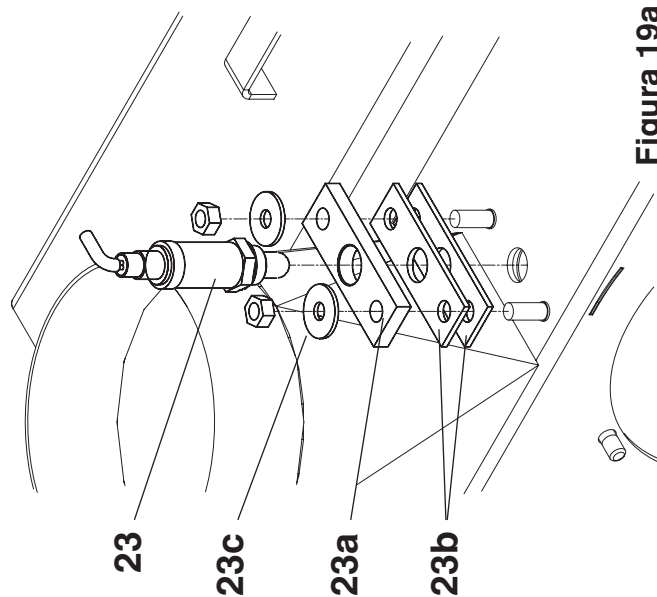

Figura 19a
20. Lasciare uscire i cavi dell'interruttore di contatto della porta (20) e del ventilatore (20a) e dei comandi di posizionamento (20b) e inoltre del miscelatore di mantenimento dell'alta temperatura sul ritorno e del relativo sensore e della pompa primaria, del sensore dei gas di scarico (20c, il cavo è rivestito di metallo) e del sensore di temperatura della caldaia, dall'apertura (20d) nella parete laterale.
21. Montare il bocchettone di sfiato (21) (lunghezza minima del bocchettone R1x190) e isolarlo (a cura del cliente).
22. Montare la sicurezza termica con scarico (22). Guidare i tubi di collegamento verticalmente verso l'alto e non sopra ai coperchi posteriori (coperchi di pulizia). Guidare i sensori delle valvole con manicotto a immersione, per la sicurezza termica con scarico (scambiatore di calore di sicurezza), attraverso la canalina dei cavi nella muffola (22a).
23. Solo se è presente: avvitare la sonda lambda (23, figura 19a) nella piastra di plastica (23a, figura 19a). Montarla sul collettore dei gas di scarico con 2 guarnizioni (23b, figura 12a), usare 2 grandi rosette (23c). Tirare i cavi (23d, figura 19) dalla sonda all'apertura (20d) e lasciarli pendere in fuori.